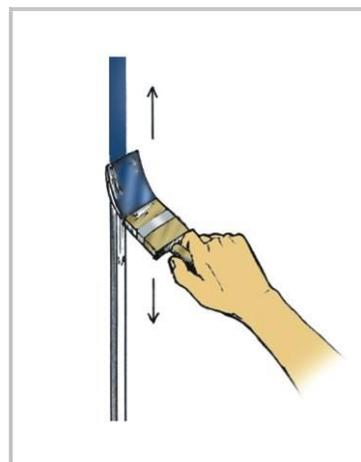

Fig. 5
2. Antes de usar la pintura esmalte, pasar con la brocha una mano de pintura anticorrosiva (sincromato), para proteger el fierro de la humedad. Una vez que la pintura anticorrosiva se encuentre seca proceder a pasar la pintura esmalte 2 manos o 2 veces (Fig. 5).